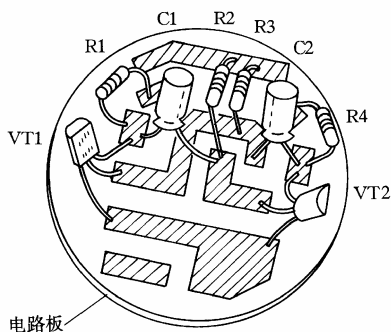

图 2-11
(11) 各元器件在电路板上的位置如图 2-11 所示。将晶体管 VT1、VT2，电阻 R1 ~ R4，电容 C1、C2，直接焊接在电路板铜箔面的相应位置。